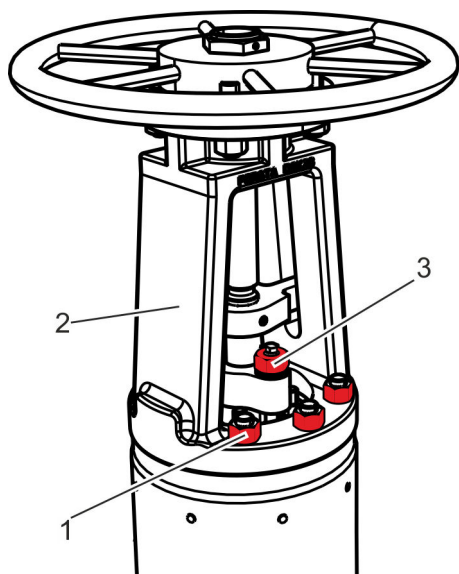

Abb. 22: Bügelaufsatz und Stopfbuchschrauben entfernen
Muttern (Abb. 22/1) lösen und mitsamt Unterlegscheiben entfernen.
3. ➔ Stopfbuchmutter (Abb. 22/3) lösen und entfernen.
5. ➔ Bügelaufsatz (Abb. 22/2) und gegebenenfalls Verdrehsicherung nach oben abnehmen.